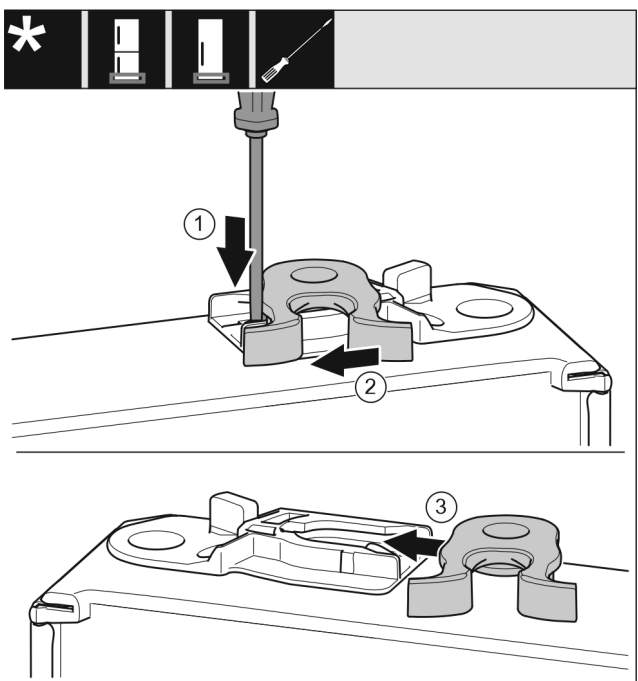

Fig. 18
- Presione hacia atrás la pestaña Fig. 18 (1) con el destornillador de punta ranurada.
- Retire el gancho de cierre Fig. 18 (2) de la guía.
- Deslice el gancho de cierre Fig. 18 (3) hacia la guía sobre el lado opuesto.